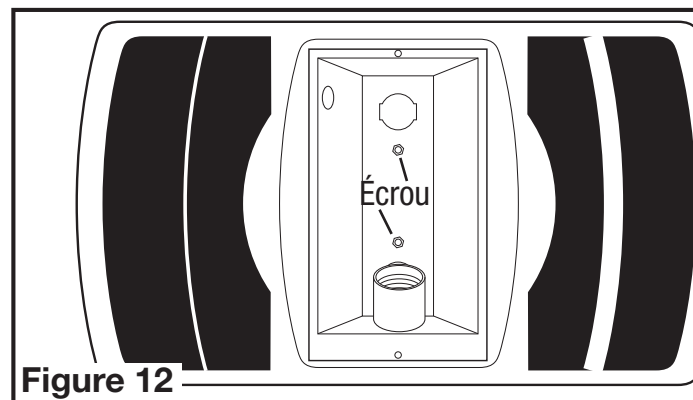

Figure 12
5. Attacher le réflecteur de lumière en place avec les deux écrous enlevés durant l'Étape 2 dans la **SECTION 1 Préparation de l'unité**, afin que la grille s'ajuste fermement contre le plafond (**Figure 12**).